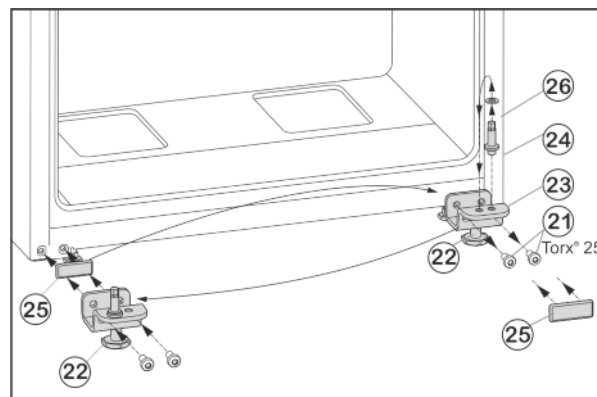

Fig. 8
- ▶ Odkręcić śruby mocujące Fig. 8 (21).
- ▶ Usunąć dolną płytkę zawiasu Fig. 8 (23), wraz z trzpieniem zawiasu Fig. 8 (24), podkładką Fig. 8 (26) i nóżką Fig. 8 (22).
- ▶ Odkręcić cały trzpień zawiasu Fig. 8 (24) z podkładką Fig. 8 (26), przełożyć do przeciwległego otworu mocującej płytki zawiasu i tam dokręcić.
- ▶ Ostrożnie zdjąć płytkę osłaniającą Fig. 8 (25) i przełożyć na przeciwną stronę.
- ▶ Całą dolną płytkę zawiasu Fig. 8 (23) wraz z trzpieniem zawiasu Fig. 8 (24), podkładką Fig. 8 (26) i nóżką Fig. 8 (22) ponownie przykręcić po nowej stronie zawiasu, ew. przy użyciu wkrętarki akumulatorowej (z siłą 4 Nm).
- ▶ Założyć drzwi od góry na trzpień zawiasu Fig. 8 (24).
- ▶ Wykręcić nóżkę Fig. 8 (22) przy dolnej płytce zawiasu Fig. 8 (23), aż będzie przylegać do podłoża.